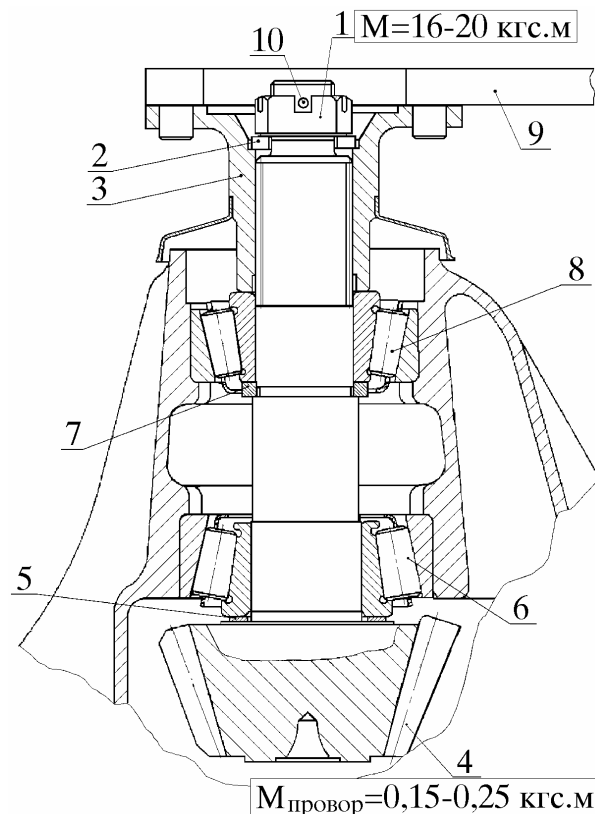

Рис. 17. Подбор распорного кольца:
**6.6. Установить подобранное регулировочное кольцо 5** (рис. 17) на ведущую шестерню 4 и напрессовать внутреннее кольцо с роликами заднего подшипника 6 по п. 7.5.2
**6.7. Подобрать по толщине распорное кольцо 7** (см. рис. 17), обеспечивающее заданную величину преднатяга подшипников ведущей шестерни